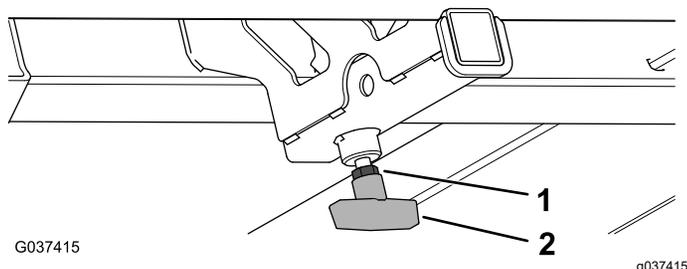

Figura 10
8. Instale a porca de retenção (3/8") totalmente contra a pega em T (Figura 10).